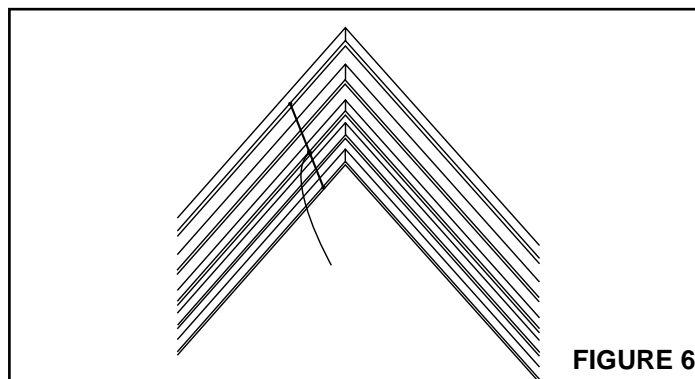

FIGURE 6
1. **Consultez la Figure 6.** Agrafez l'antenne aux fermes de toit dans le grenier, à l'horizontale.